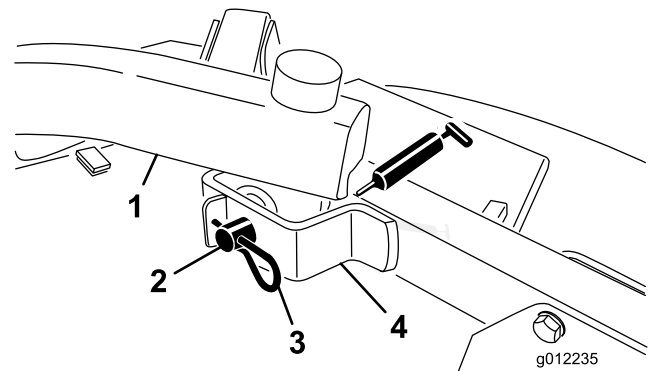

Figura 20
- Perni dei bracci di sollevamento, anteriori (2) (Figura 20)